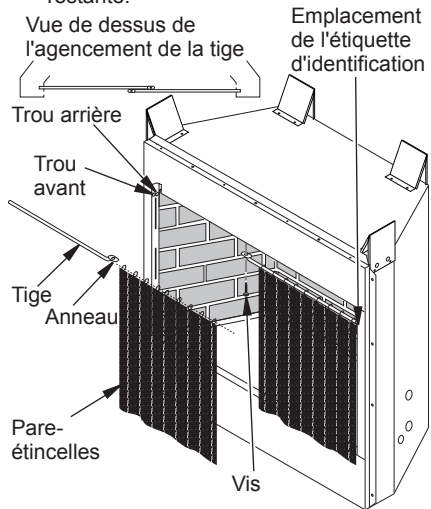

Figure 6 - Installation du pare-étincelles du foyer
2. Insérez la première tige dans le trou arrière logé sur le côté gauche du foyer. Assujettissez la tige dans le trou arrière, situé près de la partie centrale du foyer, avec la vis cruciforme n° 10 x 3/8 po fournie (voir figure 6).